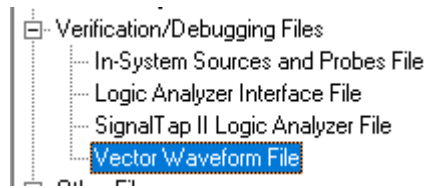

Рис. 1.35. Створення стимуляційного файлу **Vector Wave Form File**
команду **New** меню **File**. В розділі **Verification/Debugging Files** оберіть тип файлу **Vector Wave Form File**. (рис. 1.35). Натисніть кнопку **OK**. В головному вікні з'явиться вкладка з назвою файлу за замовчанням **Waveform.vwf**. На вкладці знаходиться інструмент для створення часової діаграми для моделювання роботи проекту. Збережіть новий файл з ім'ям проекту **CL\_Project\_v1.vwf**.
**9.5.** Створіть стимуляційний файл (**Vector Wave Form File**) для моделювання. Для цього оберіть команду **New** меню **File**. В розділі **Verification/Debugging Files** оберіть тип файлу **Vector Wave Form File**. (рис. 1.35). Натисніть кнопку **OK**. Збережіть новий файл з ім'ям *CL\_Project\_v2.vwf*.